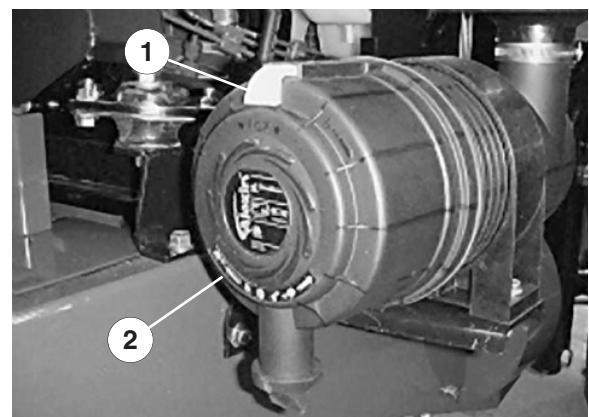

Bild 21
1. Ziehen Sie den Verschluss nach außen und drehen Sie den Luftfilterdeckel entgegen dem Uhrzeigersinn. Entfernen Sie den Deckel vom Gehäuse (Bild 21). Reinigen Sie die Innenseite des Luftfilterdeckels.